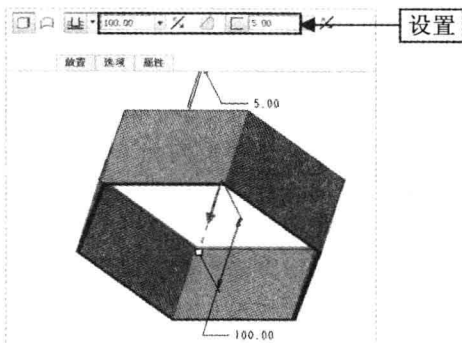

图 5-17 设置参数
Step 03 在“输入侧 1 的深度值”数值框中输入 100, 单击“加厚草绘”按钮 , 在“输入厚度值”数值框中输入 5, 如图 5-17 所示。